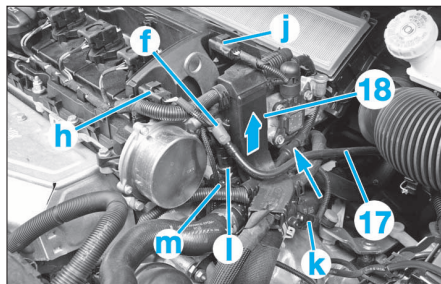
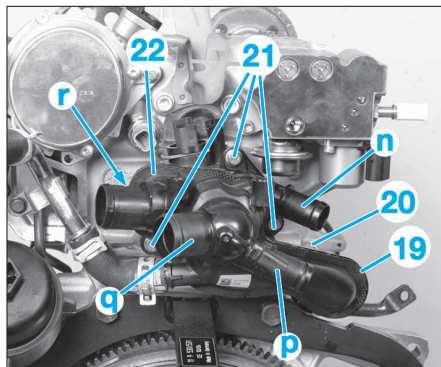

FIG. 52
FIG. 53
- Désaccoupler et écarter le tuyau du circuit de vide (17) en (f) (Fig.52).
- Soulever et écarter la goulotte du faisceau moteur (18).
- le tuyau d'eau en (n) (Fig.53),
- le clip de liaison entre le boîtier de sortie d'eau et le tuyau intermédiaire (19),
- les fixations (21).
- Désaccoupler et déposer le boîtier de sortie d'eau (22) du tuyau intermédiaire (20).